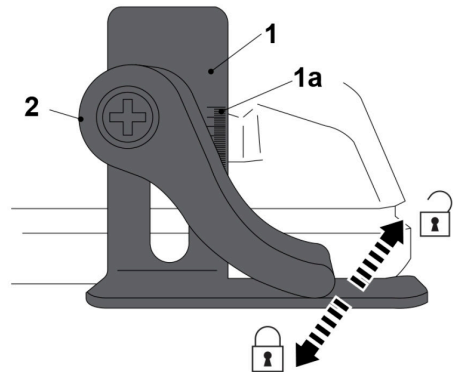

Рис. 5
3. Регулюйте позицію обмежувача глибини фрезерування (1) і закріпіть його двічі глибини фрезерування (2) (Рис. 5).